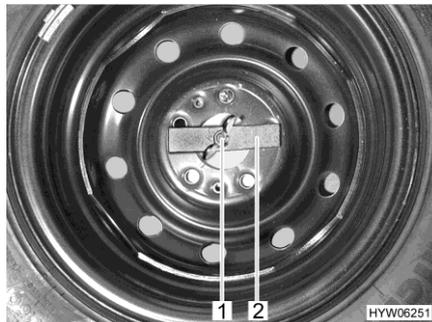

Fig. 170 Rueda de repuesto en el espacio de almacenamiento trasero
- Aflojar con la mano la tuerca de mariposa (Fig. 170,1) y retirarla.
- Retirar la pieza de presión (Fig. 170,2).